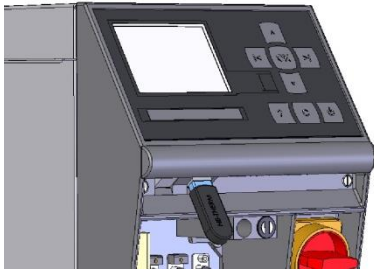

Fig. 75: Connecter le support de données USB
2. Connecter le support de données USB (Fig. 75).